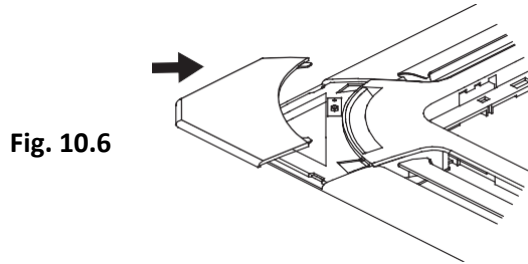

Fig. 10.6
6. Attacher les couvercles d'installation aux quatre coins en les poussant vers l'intérieur (voir la fig. 10.6)